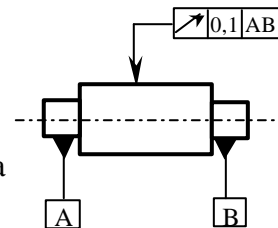

Fig. 5.17
T.5.17. Cum interpretati simbolul grafic din fig. 5.17?